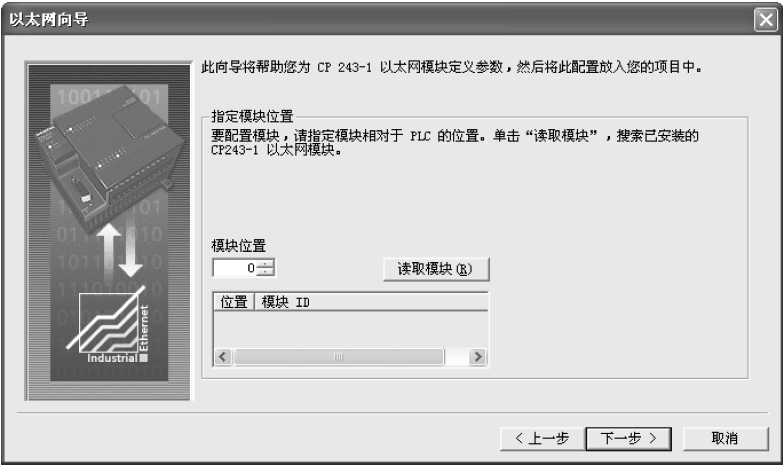

图 8-16 以太网向导
- 2) 通过菜单命令“工具”→“以太网向导”进入 S7-200 PLC 以太网模块 CP243-1 的向导配置，如图 8-16 所示。可以直接输入模板位置，也可以通过单击“读取模块”按钮读出模板位置。